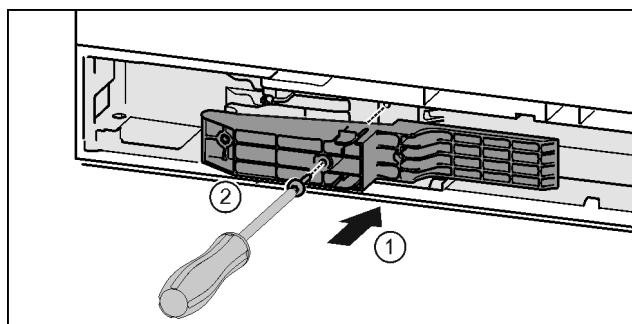

Fig. 45 *
- ▶ Insertar la pieza adaptadora en la escotadura del lado del tirador. Fig. 45 (1)*
- ▶ Apretar los tornillos con el destornillador T15. Fig. 45 (2)*